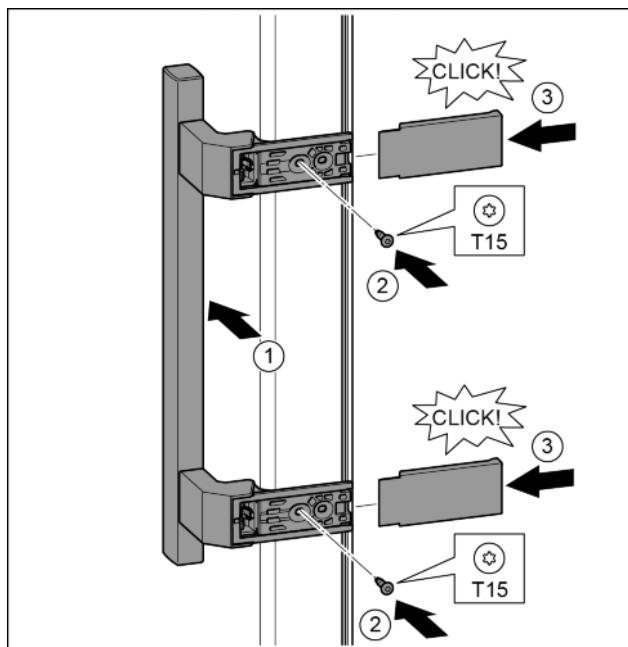

Fig. 21
- Установить ручку на противоположной стороне. *Fig. 21 (1)*
- Затянуть винты отверткой T15. *Fig. 21 (2)*
- Установить крышки сбоку и надвинуть. *Fig. 21 (3)*